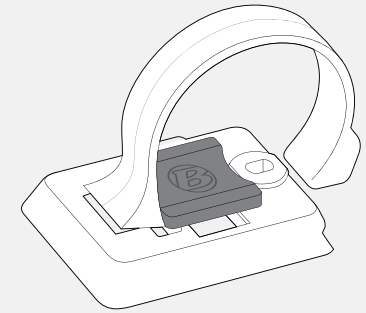

Abbildung 23. Computergrundplatte eingelegtes Pad.
4. Legen Sie das Gummipad mit dem Logo in den hinteren Teil der Grundplatte ein (Abbildung 23).